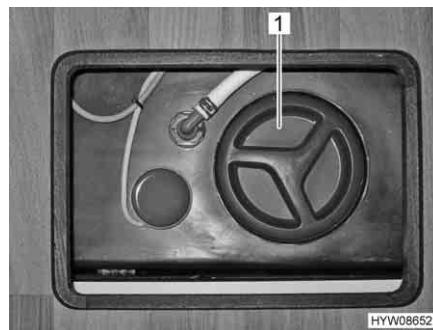
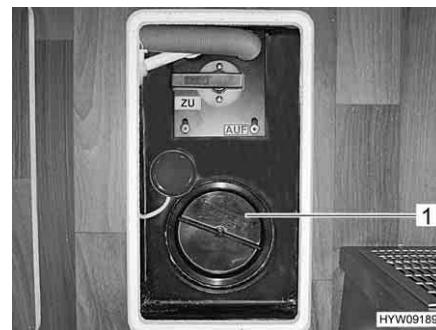

Fig. 119 Apertura per la pulizia
Fig. 120 Apertura per la pulizia (serba-
- Aprire l'apertura per la pulizia (Fig. 119,1 ovvero Fig. 120,1) sul serbatoio delle acque grigie e il rubinetto di scarico.